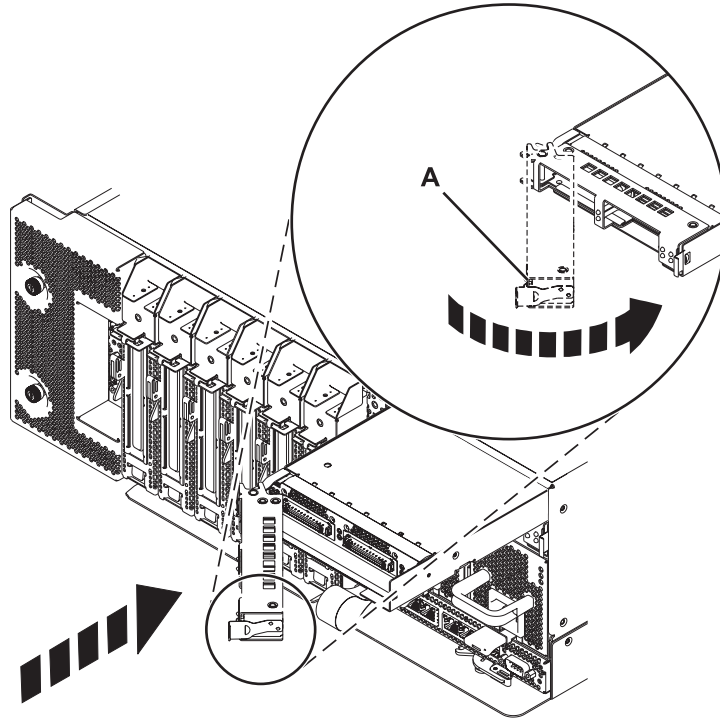

Abbildung 2. GX-Adapter im System installieren
12. Drehen Sie die Adapterabdeckung in die in Abb. 2 auf Seite 7 angezeigte Richtung und drücken Sie sie gegen die Karte, bis die Verriegelungszunge (A) einrastet.